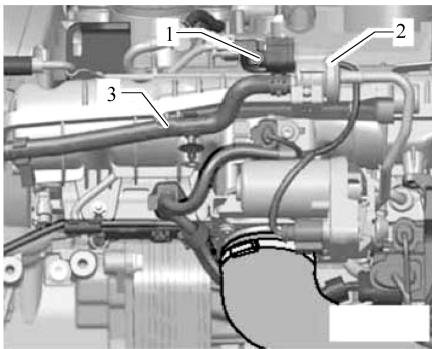

图 2-7-6 活性炭容器位置图
- 2) 脱开活性炭罐装置电磁阀 N80 的插头 1 和通风软管 3, 如图 2-7-6 所示。